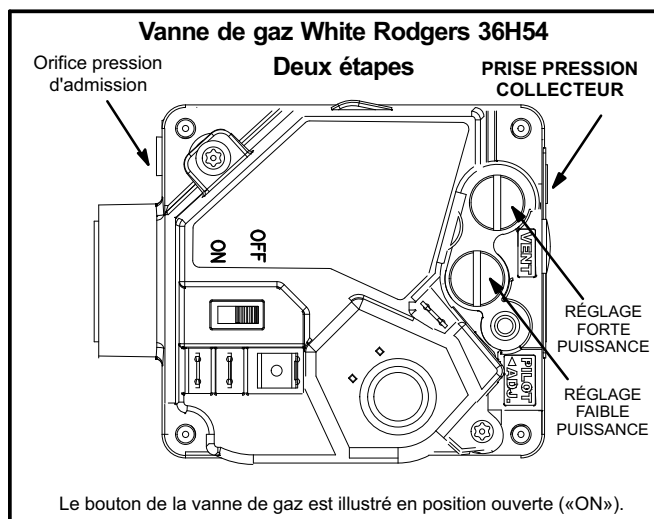

FIGURE 1
Fonctionnement de la vanne de gaz White Rodgers 36H54 et la vanne de gaz Honeywell VR8205Q/VR8305Q (figure 1 et 2)
- 5- Mettre le levier de la vanne de gaz sur «OFF». Voir Figure 1.
- 6- Attendre cinq (5) minutes pour s'assurer que tout le gaz a eu le temps de se dissiper. En cas d'odeur de gaz, ARRÊTER ! Aller immédiatement chez un voisin pour téléphoner au fournisseur du gaz et suivre leurs instructions. S'il n'y a pas d'odeur de gaz, passer au point suivant.
- 7- Mettre le levier de la vanne de gaz sur «ON». Voir Figure 1.
Les valeurs de la pression du collecteur sont données au Tableau 1. Voir les figures 1 et 2 pour l'emplacement des orifices de pression.